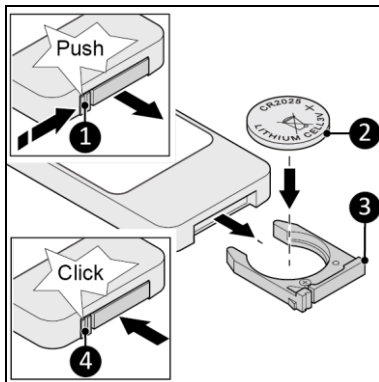

Figure 5
1. Appuyez sur la languette (figure 5, pos. 1) et retirez le couvercle du compartiment à pile de la télécommande.
2. Insérez correctement une pile de type CR2025 comme indiqué (figure 5, pos. 2).
3. Remplacez le couvercle du compartiment à pile jusqu'au déclic de la languette (figure 5, pos. 4).